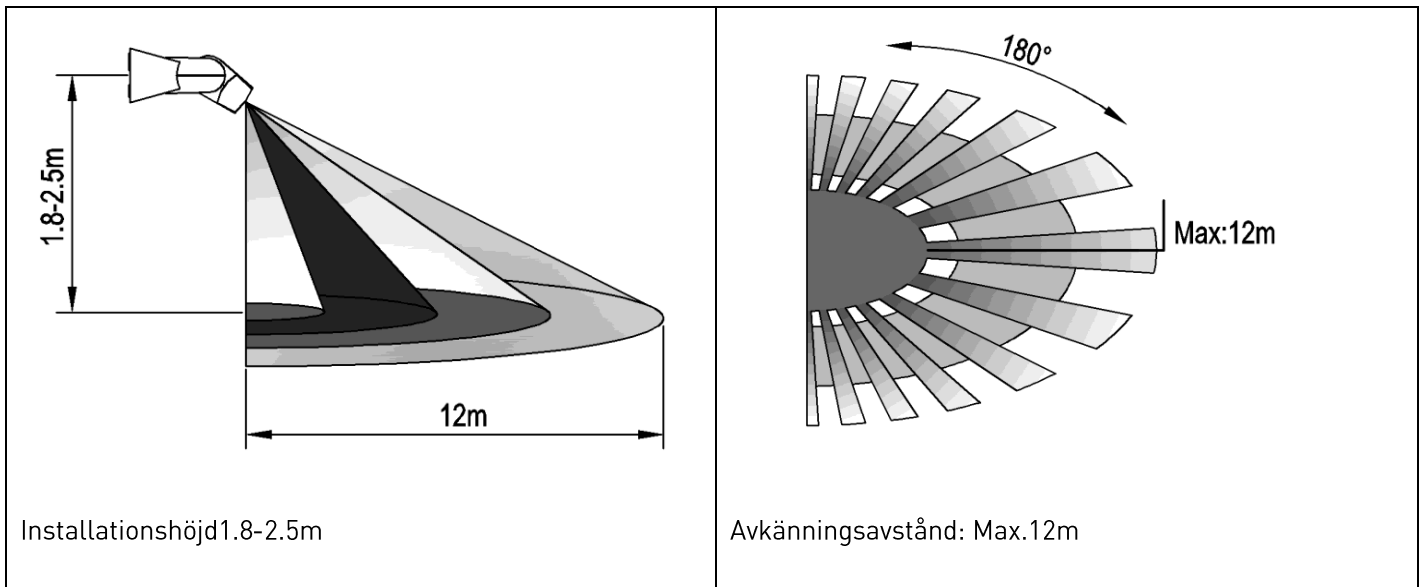

Figur 2
- Fäst bottenplattan med fästplugg på den valda platsen. (se figur 2)
- Vrid LUX-knappen moturs till minimum (3). Om det rådande ljuset är högre än 3 LUX så ska inte sensorn fungera och lampan bör slockna. Om det rådande ljuset är mindre än 3LUX (mörker), kommer sensorn vara aktiv. Om ingen ny detektering sker så ska lampan slockna efter ca 10sek±3sec.